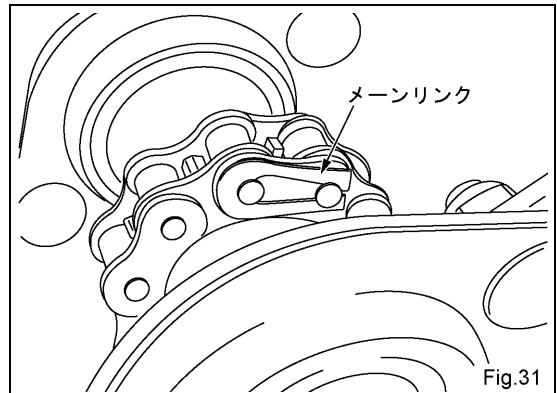

Fig.31
(1) ドライブガードを取り外して下さい。
(2) アイドラー ボルトとロックナットを緩めて下さい。メーンリンクを取り外し易い位置に持ってきて、メーンリンクを外します。(Fig.31)